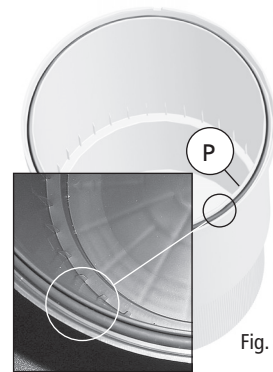

Fig. 1
- Avant le premier démarrage, il est nécessaire de mettre en place la bague d'étanchéité du couvercle (P), fournie individuellement dans un sac de polyéthylène. Il faut insérer cette bague convenablement dans sa cuvette située dans la partie supérieure du boîtier du filtre (Fig. 1).